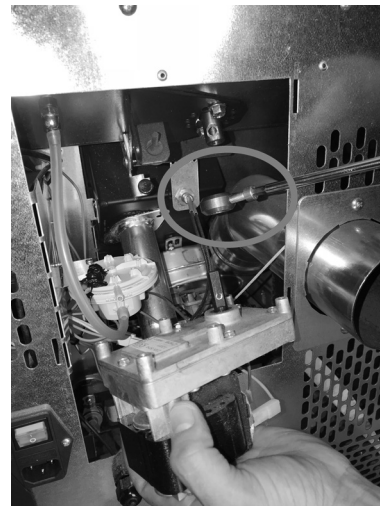

Fig. 79 - Usuwanie motoreduktora
- Wykręcić śrubę blokującą motoreduktor i usunąć go (patrz **Fig. 79**).